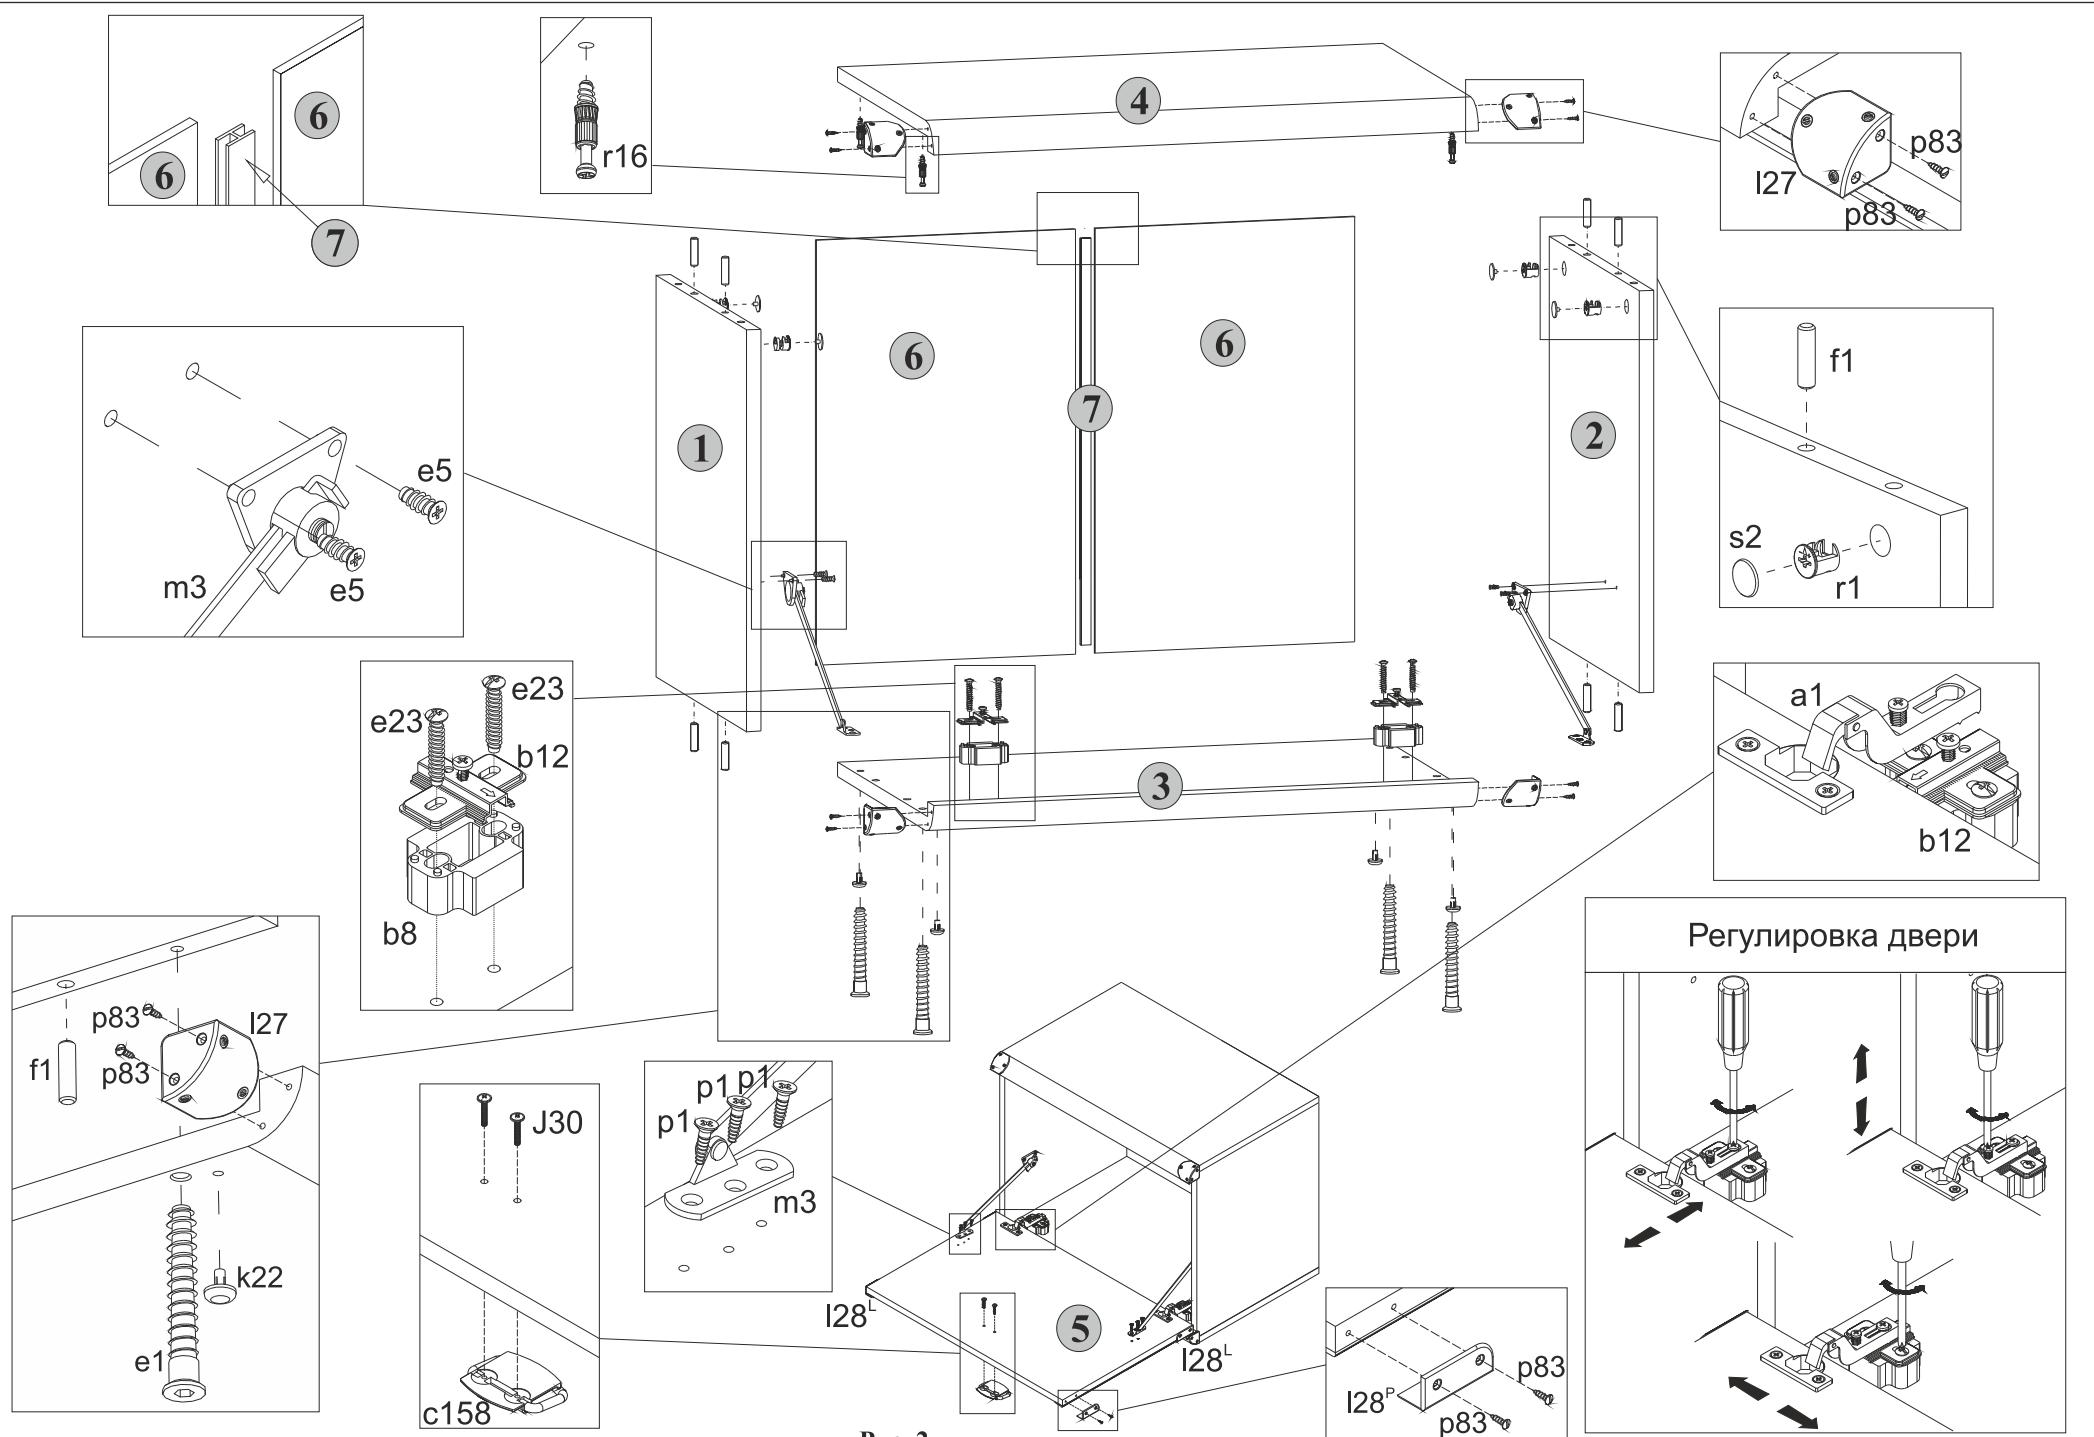

Рис. 2
5.2 В отверстия диаметром **8 мм** на верхних и нижних кромках стенок боковых **1** и **2** вбить деревянные шканты **f1** (см.рис. 2).
5.4 В отверстия диаметром **5 мм** на нижней поверхности щита верхнего **4** вкрутить винты стяжки **r16**, пользуясь крестообразной отверткой (см.рис. 2).
5.5 На внутренних поверхностях стенок боковых **1** и **2** в отверстия диаметром **15 мм** вставить стяжки эксцентриковые **r1** (см.рис. 2).
5.6 В отверстия диаметром **4,5 мм** на нижней поверхности щита нижнего **3** вставить опоры полимерные **k22** (под пятники) (см.рис. 2).
5.9 К стенкам боковым **1** и **2** присоединить щит нижний **3** и стянуть еврошурупами **e1**, пользуясь специальным ключом **z1** из комплекта фурнитуры (см.рис. 2).
5.12 Положить дверь **5** фасадной поверхностью вниз на ровную поверхность. Закрепить на двери петли шарнирные **a1**, пользуясь крестообразной отверткой (см.рис.2).
5.13 Навесить дверь на корпус тумбы, совместив петли шарнирные **a1** с направляющими петель **b12** (см.рис.2). При необходимости отрегулировать положение двери вращая регулировочные винты, как показано на **рисунке 2**.